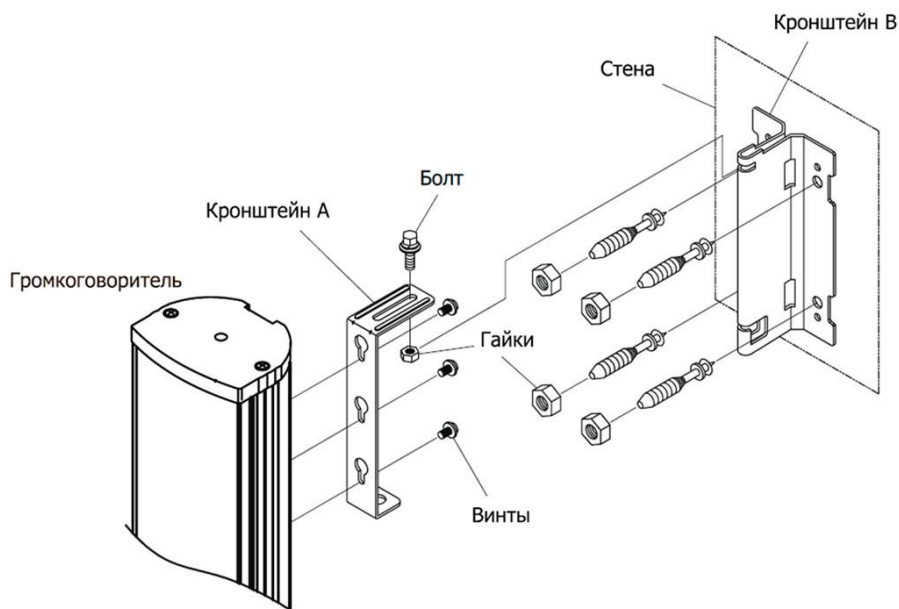

Рисунок 8
4.4 Для установки на стену (или иную вертикальную поверхность) оповещатели следует разместить при помощи кронштейна Sonar SCS-9WM и зафиксировать через установочные отверстия (рисунок 8).